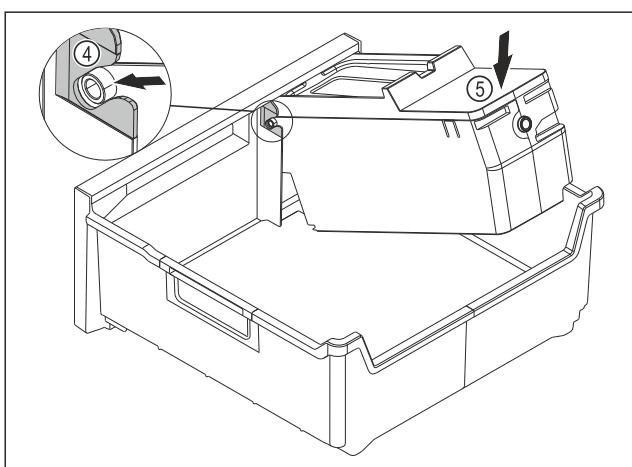

Fig. 149
- Montáž korpusu EasyTwist-Ice: Osi korpusu EasyTwist-Ice zasuňte do vedení Fig. 149 (4).
- Zatlačte korpus EasyTwist-Ice Fig. 149 (5) zozadu smerom nadol.